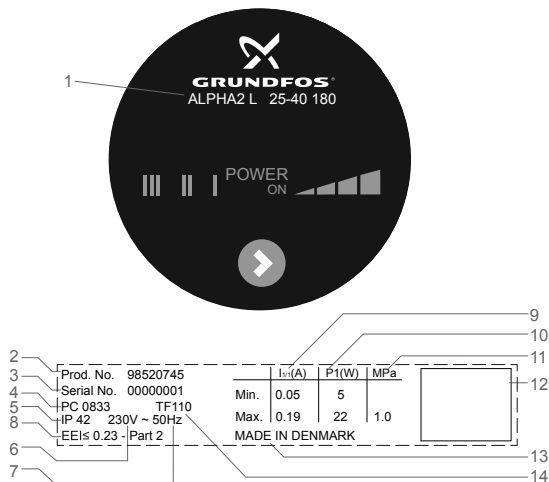

Рис. 2 Фирменная табличка насосов ALPHA2 L
- Убедитесь, что значения рабочего напряжения и частоты тока соответствуют номинальным данным, указанным на фирменной табличке (см. рис. 2).